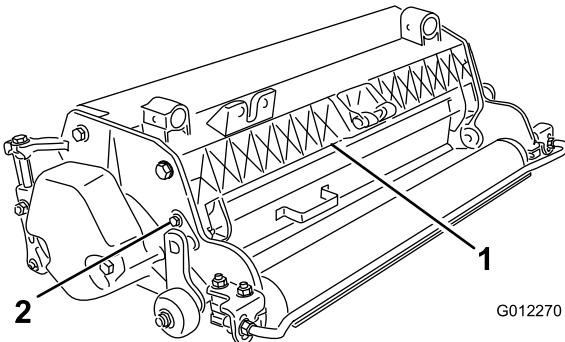

Рисунок 5
- Ослабьте болты оси поворота щитка (Рисунок 5).
- Переведите щиток в требуемое положение и затяните болты (Рисунок 5).